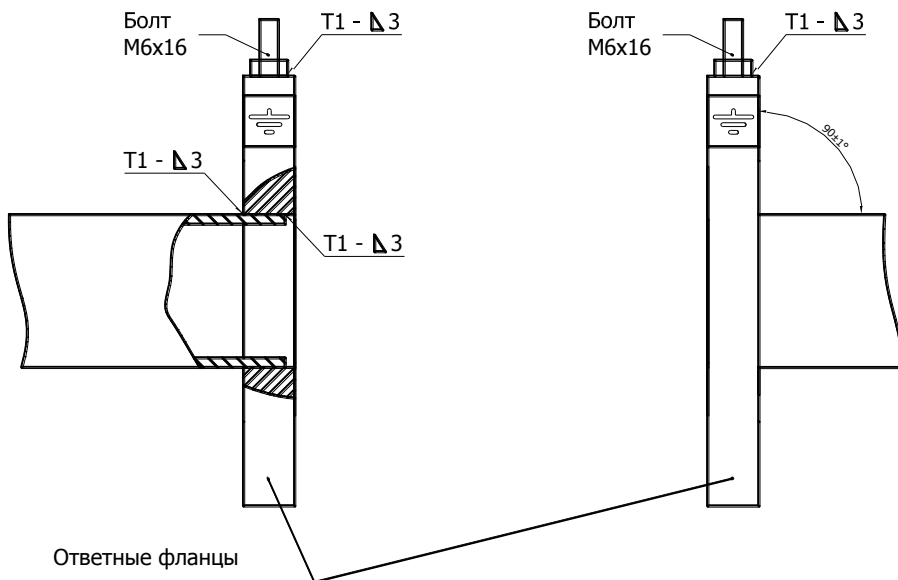

Рис. 8.6
8.3.5 К прямолинейным участкам трубопровода приварить фланцы в соответствии с ГОСТ 12820-80, при этом угол между осью трубопровода и плоскостью фланца должен быть $90 \pm 1^\circ$. Фланцы следует приваривать таким образом, чтобы после установки расходомера (ППР) ось электродов ППР лежала в горизонтальной плоскости (допустимое отклонение от линии горизонта $\pm 10^\circ$). При монтаже ответных фланцев необходимо приварить болт заземления к верхней части монтируемого фланца (см. рис. 8.6).
ВНИМАНИЕ!!! На датчики расхода, монтаж которых выполнен с нарушением требований ГОСТ 12820-80 (соединение труба-фланец), гарантийные обязательства не распространяются (см. Рис. 8.6а).
Рис.8.6а